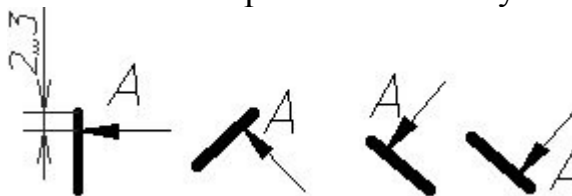

Рисунок 10 - Примеры обозначения разреза
7. У начала и конца линии сечения, а при необходимости и у мест пересечения секущих плоскостей ставят одну и ту же прописную букву русского алфавита. Буквы наносят около стрелок, указывающих направление взгляда, и в местах пересечения со стороны внешнего угла (рисунок 10).